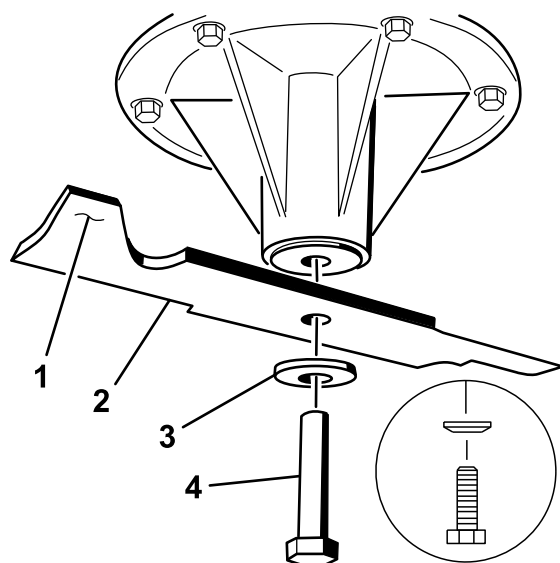

Figure 98
1. Placez la lame sur l'axe (Figure 98).
2. Mettez en place la rondelle élastique et le boulon de la lame (Figure 98).
Remarque: Le cône de la rondelle élastique doit être dirigé vers la tête du boulon (Figure 98).